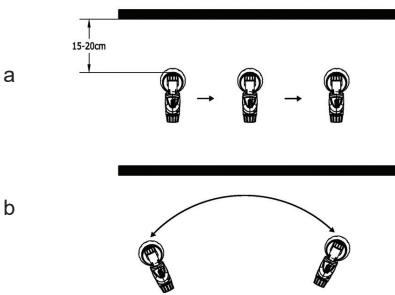

Fig. 1
- corectă (Fig. 1 a) Asigurați-vă că țineți pistolul la o distanță chiar de aprox. 2.5 la 30 cm la obiectul țintă.
- incorectă (Fig. 1 b) • spray de ceață grele construi-up, calitatea suprafeței inegală.